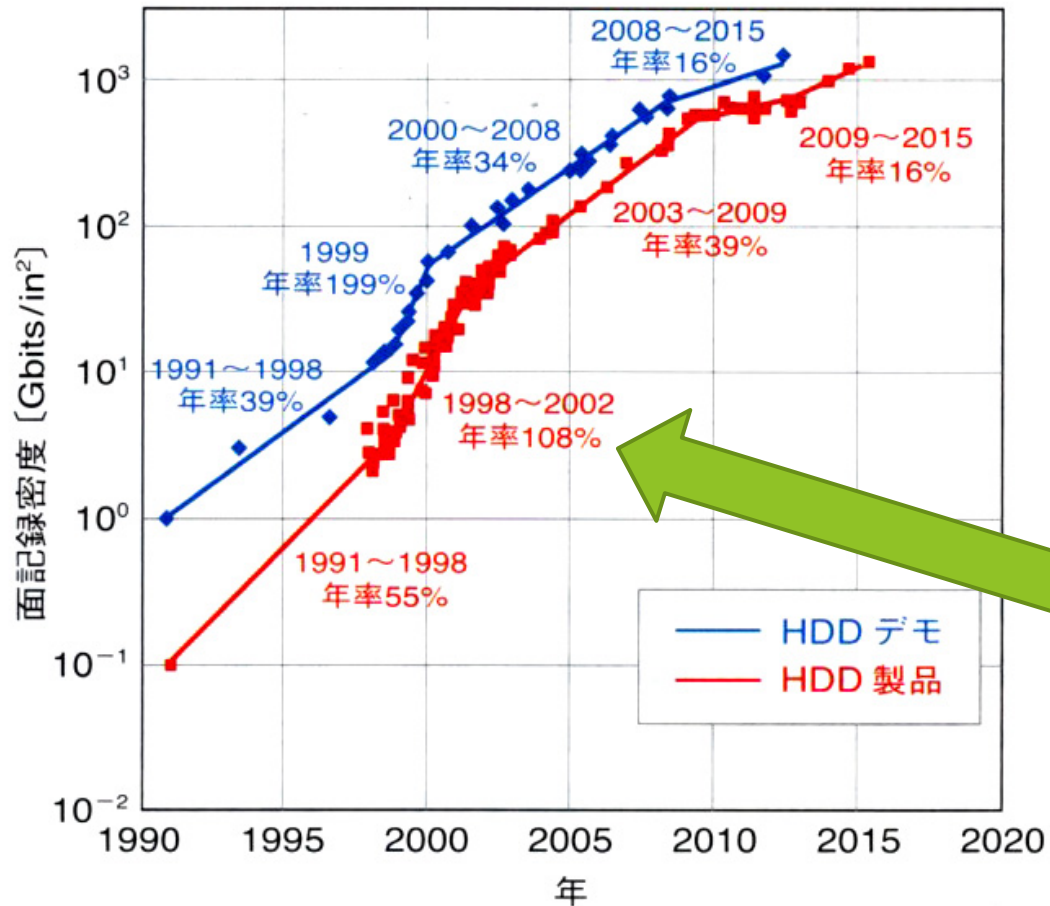

図2 ハードディスクの面記録密度の推移 (H. Li (米国カーネギーメロン大学) の学位論文を参考に作成)
- ▶ 図2は、ハードディスクの面記録密度の推移を表すグラフです。面記録密度を上げるには、記録されたビットの寸法を小さくしなければなりません。媒体からの洩れ磁場が弱いためコイルでは十分な電気信号が取り出せなくなっていたのです。